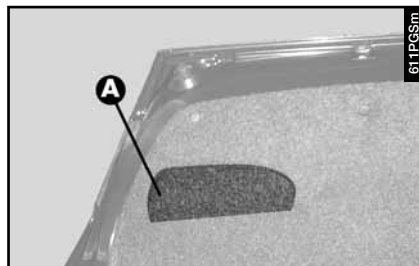
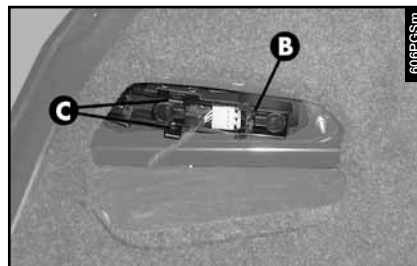

fig. 56
fig. 57
– Bajar la tapa (**A-fig. 56**) del revestimiento del capó del maletero a la altura de la luz en cuestión y extraer el grupo portalámparas (**B-fig. 57**) actuando en las lengüetas de sujeción (**C**).
– Volver a montar el grupo portalámparas fijándolo correctamente en su posición mediante las lengüetas de sujeción (**C-fig. 57**).